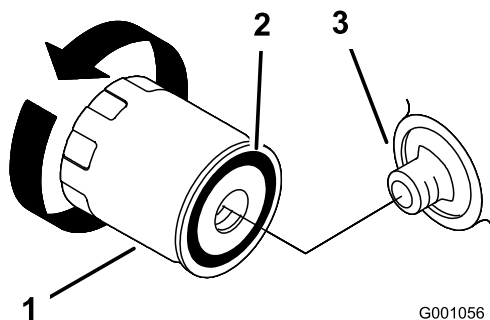

Figura 23
- Retire el filtro usado y limpie con un paño la superficie de la junta del adaptador del filtro (Figura 23).
- Aplique una capa fina de aceite nuevo a la junta de goma del filtro nuevo (Figura 23).
- Instale el filtro de repuesto en el adaptador de filtro; gire el filtro en el sentido de las agujas del reloj hasta que la junta de goma entre en contacto con el adaptador del filtro, luego apriete el filtro de 2/3 a 1 vuelta más (Figura 23).